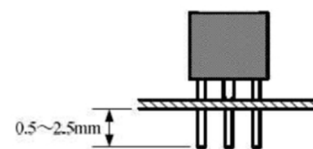

図11 部品の突き出し寸法
⑥突き出し寸法は図11のとおり、0.5~2.5mmとし、2.5mmを超えるものは切断して、はんだ付けすること。切断面は、はんだめっきを施すこと。
⑦以下の部品は、ピンまたはリードを折り曲げず取付ける。
⑧スズメッキ線による配線